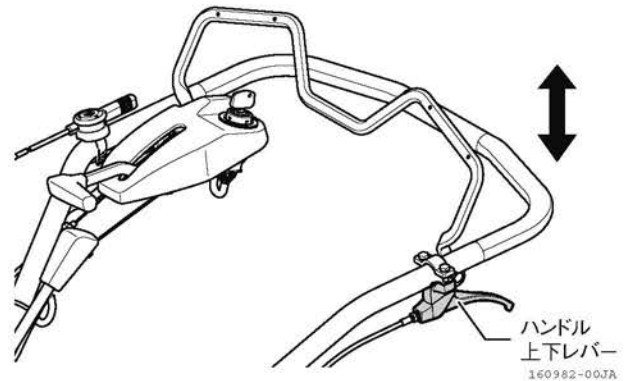

図 3-2 ハンドル上下レバー
1. ハンドル上下レバーを握ったままハンドルを上下に動かし、適切な位置にします。(図 3-2)